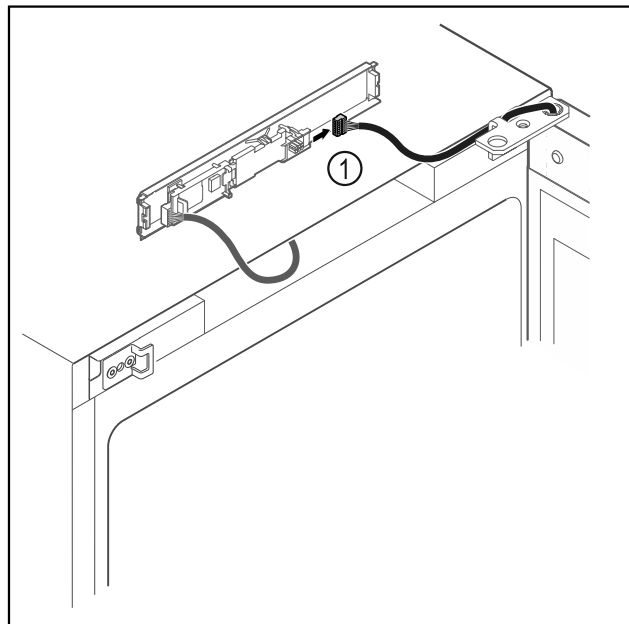

Fig. 8
- ▶ Отсоедините штекер Fig. 8 (1) от панели.